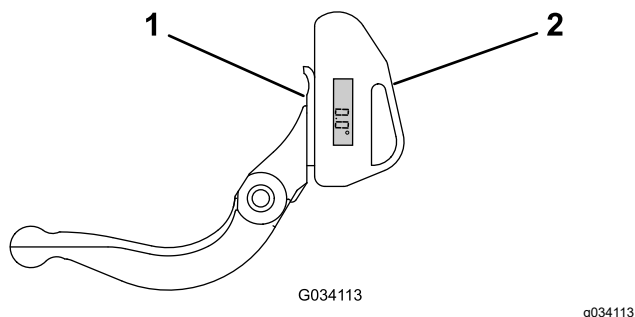

Рисунок 23
1. Установите индикатор угла на нижней стороне неподвижного ножа, как показано на Рисунок 23.